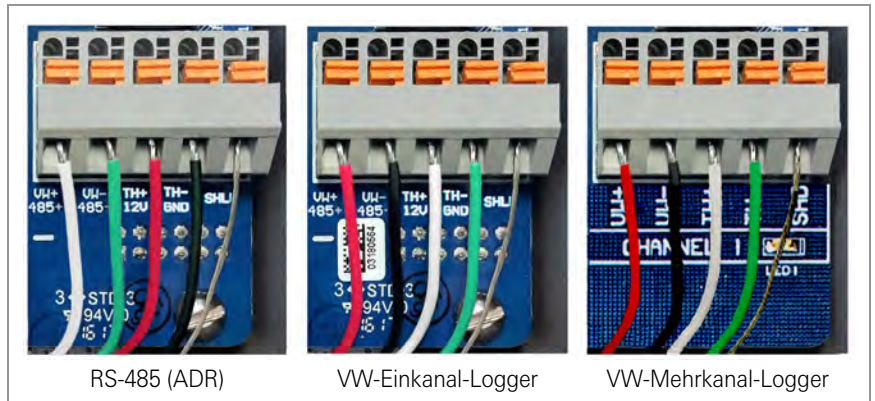

ABBILDUNG 20: Klemmenanschlüsse
3. Führen Sie die Leiter in den Klemmenblock ein, siehe Abbildung 20 und Tabelle 6. Drücken Sie die orangefarbene Lasche nach unten, führen Sie das blanke Ende des Drahtes in die Klemmenleiste ein und lassen Sie die Lasche dann los.